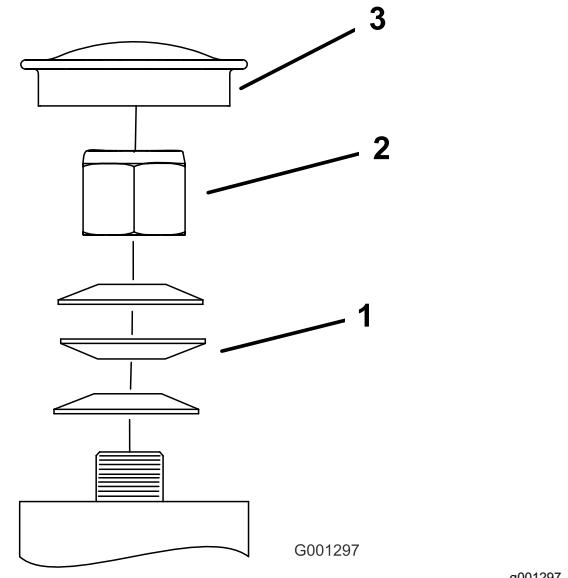

Figure 66
- Déposez le capuchon protecteur de la roue pivotante et serrez le contre-écrou (Figure 66).
- Continuez de serrer le contre-écrou jusqu'à ce que les rondelles élastiques soient aplatis, puis desserrez-le d'un quart de tour pour obtenir la précharge correcte des roulements (Figure 66).
- Reposez le capuchon protecteur (Figure 66).